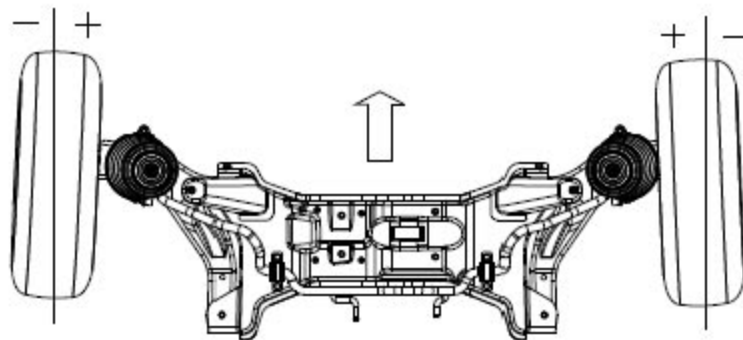

图 5.1-5 车轮前束
3). 车轮前束：车轮前束是车轮偏离几何中心线 / 推力线向里偏转，而负前束则是车轮向外偏转，如图 5.1-5 所示。设置前束的目的是保证车轮平行滚动。前束也可补偿车辆向前行驶时，车轮支架系统产生的少量偏移。只有车轮设置前束合适时，车辆行驶时车轮才能在路上平行滚动。